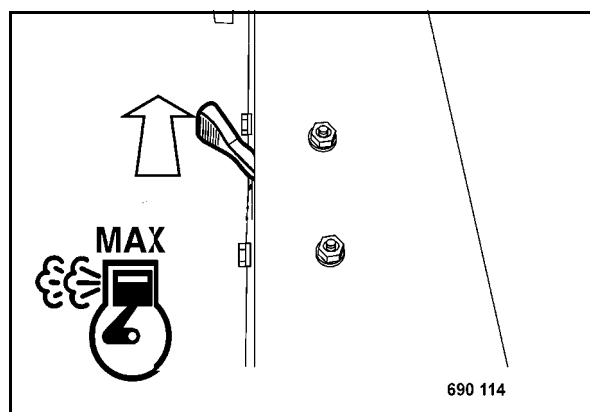

Fig. 18
- Colocar la palanca reguladora de revoluciones (Fig. 18) a posición "MAX".